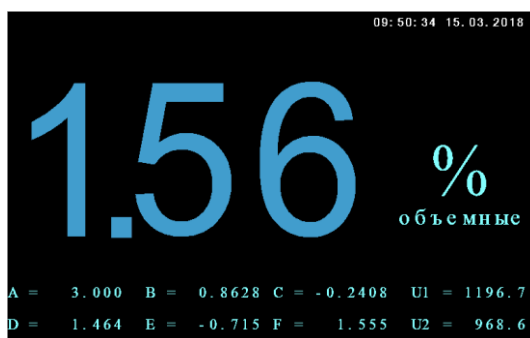

Рисунок 8 – Основное окно
9.1.3 По окончании загрузки открывается основное окно (рис.8):